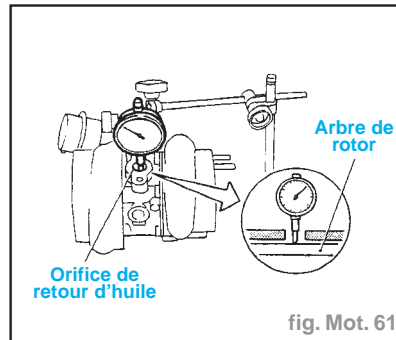

fig. Mot. 61
- Mesurer le voile de l'arbre de rotor (fig. Mot. 61) :